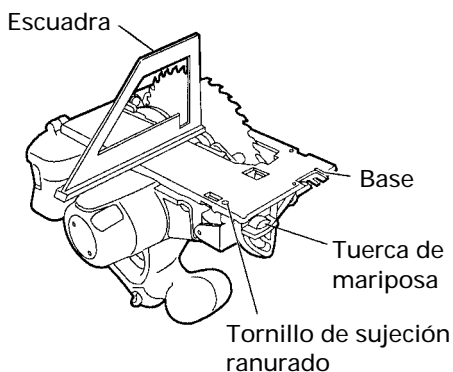

Fig. 24
- (1) Gire la cara de la base hacia arriba (Fig. 24) y afloje la tuerca de mariposa.
- (2) Aplique una escuadra a la base y la hoja de sierra y, girando el tornillo de sujeción ranurado con un destornillador de punta plana, desplace la posición de la base hasta conseguir un ángulo recto.